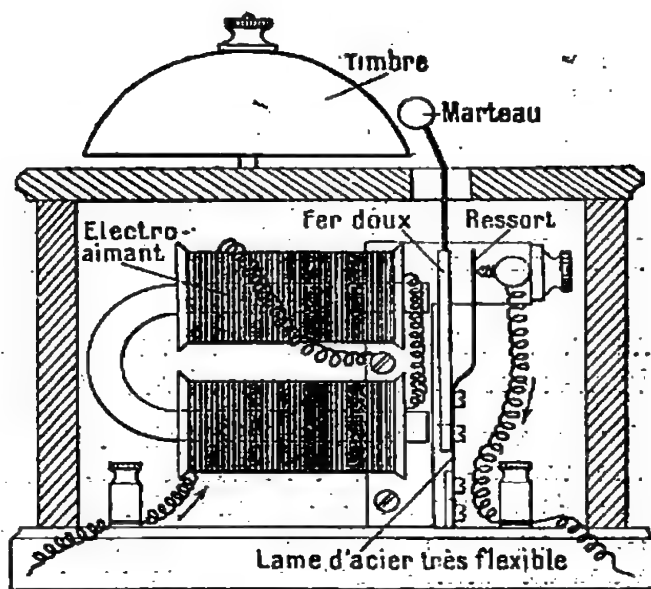

Fig. 564. — Mécanisme d'une sonnerie électrique.
**7. Sonnerie électrique.** — Une sonnerie électrique (fig. 564) com-